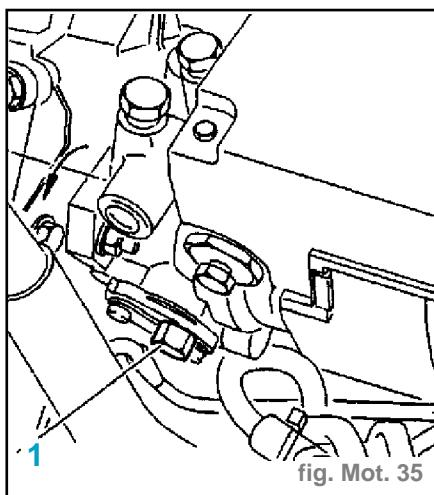
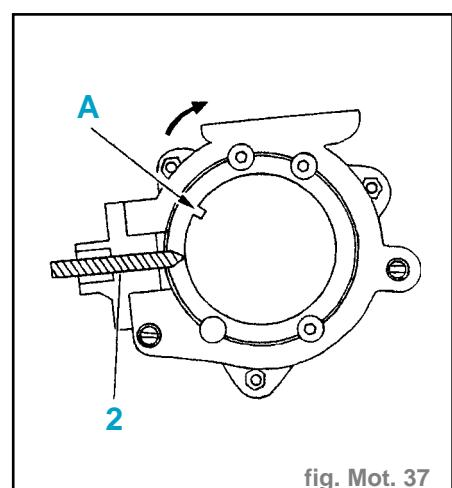

fig. Mot. 35
fig. Mot. 37
- Déposer le bouchon (1) de l'orifice de calage (fig. Mot. 35).
- Tourner la pompe vers l'intérieur du moteur ; exercer une pression sur l'outil (2) jusqu'à enfoncement de celui-ci dans la gorge (A) (fig. Mot. 37).
- Déposer l'outil (2) du trou de calage.
- Reposer le bouchon (1) fig. Mot. 35.
**Attention :** Manoeuvrer le vilebrequin avec précaution, de manière à ne pas détériorer la puge (2).
- Tourner doucement le vilebrequin jusqu'à l'engagement de la puge (2) dans sa rainure (A) (fig. Mot. 37).